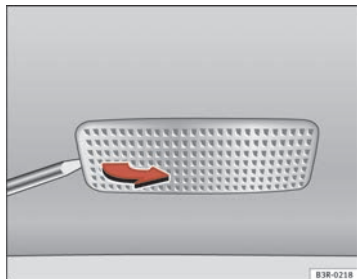

Fig. 241 Smontaggio della luce dell'aletta parasole
- Rimuovere la luce con cautela, usando la parte piatta del cacciavite ⇒ fig. 241.